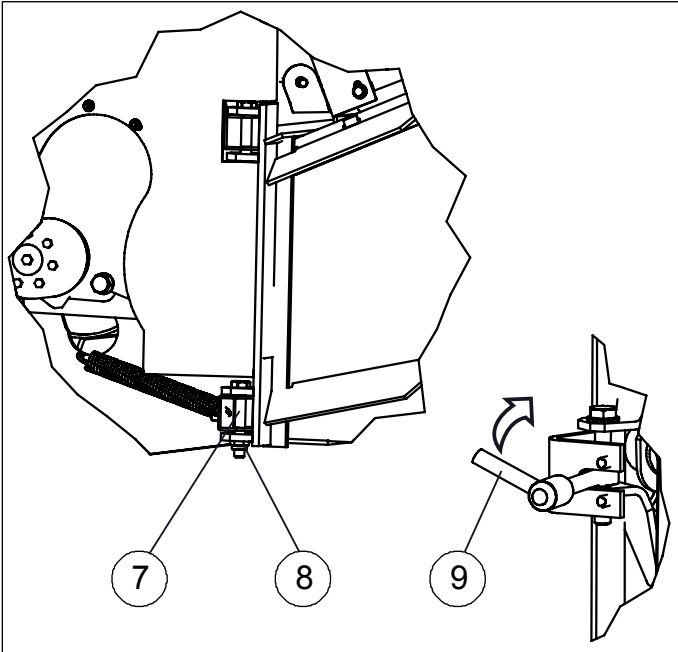

Fig 4a. Installation de l'entonnoir d'alimentation
2. Fixer l'entonnoir d'alimentation au corps de l'alimentateur en utilisant deux vis M12x80 (7) et deux écrous à mâchoires (8). Verrouillez l'entonnoir d'alimentation dans sa position de fonctionnement (9). Figure 4a.